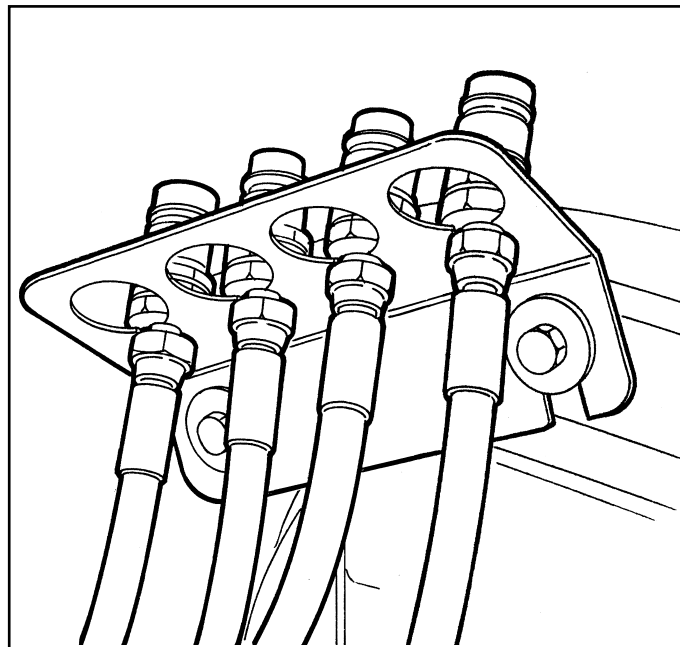

Fig. 1 – Slika 1 – 1. sz. ábra
3) Enclencher les tuyaux hydrauliques sur le distributeur à double effet de votre tracteur (**Fig. 1**). Chaque tuyauterie active un mouvement qui est précisé ci-dessous :